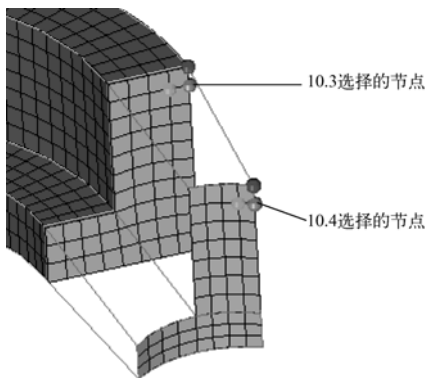

图 5-36 选择节点位置
- (1) 通过以下任一种方式进入 linear solid 面板。
- (2) 在 from: elems 选择器激活的情况下，选择 faces 组件上位于弯臂和直臂之间的壳单元。可以首先选择一个单元，然后使用 elems>by face 来选择其余所需的单元。
- (3) 单击 to: elems，选择 STEP 9 创建的壳单元。
- (4) 单击 from: alignment: N1，选择如图 5-36 上方所示的 3 个节点。
- (5) 单击 to: alignment: N1，选择如图 5-36 下方所示的 3 个节点。